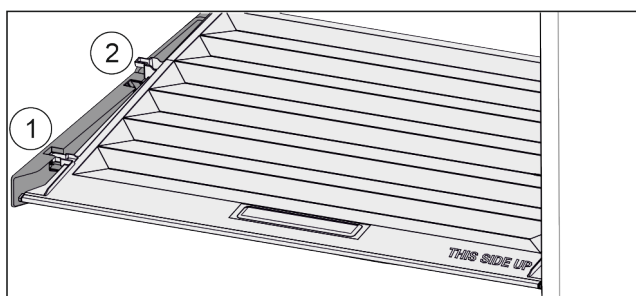

Fig. 43
- ▶ Pokrov povlecite naprej Fig. 43 (1) do odprtine v držalnih delih.
- ▶ Zadaj ga od spodaj dvignite in odstranite Fig. 43 (2) navzgor.